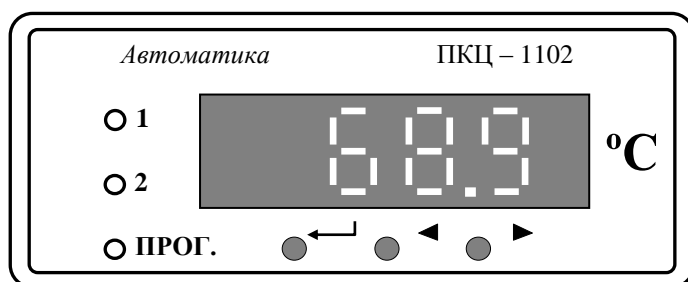

Рисунок 1 - Внешний вид передней панели
5.1.5 На передней панели (Рисунок 1) расположены следующие элементы: